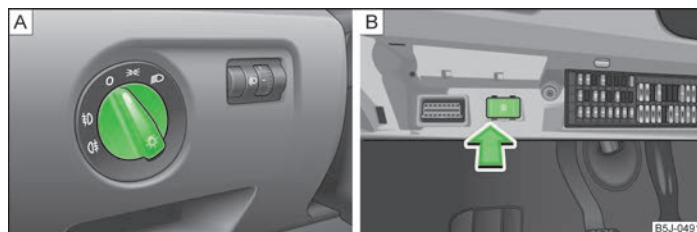

Fig. 21 Tabloul de bord: Comutatorul pentru lumini/Compartimentul siguranțelor: Comutatorul pentru lumina de zi
La autovehiculele cu volanul pe partea dreaptă ordinea aranjării întrerupătoarelor diferă parțial față de » fig. 21 la pagina 37 ordinea prezentată. Simbolurile de pe întrerupătoare sunt totuși aceleași.
- Rotiți comutatorul de lumini » fig. 21 - A în poziția »«.
- Rotiți comutatorul de lumini » fig. 21 - A în poziția »D.
- Rotiți comutatorul de lumini » fig. 21 - **A** în poziția O.
- Rotiți comutatorul de lumini în poziția O » fig. 21 la pagina 37 - **A**.
- Cuplați întrerupătorul pentru lumina de zi » fig. 21 la pagina 37 - **B**.
- Decuplați întrerupătorul pentru lumina de zi » fig. 21 la pagina 37 - **B**.
- Rotiți comutatorul de lumini în poziția lumini de poziție, » sau fază scurtă **D** » fig. 21 la pagina 37 - **A**.